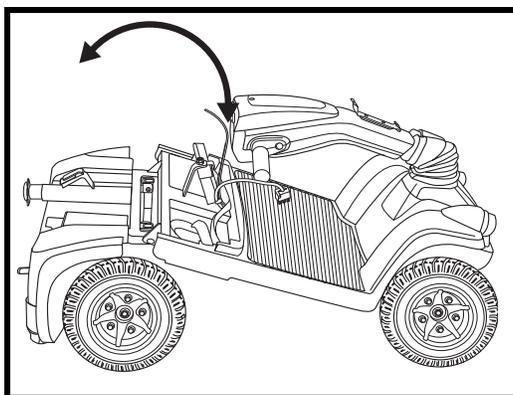

Figura 16. Colocación de la estructura
2. Empuje hacia atrás la torre de asiento de forma que la sección posterior del scooter gire hacia atrás hasta quedar vertical con respecto al parachoques trasero. **Ver figura 16.**
3. Sujetando la torre del asiento, haga pivotar la sección posterior hacia delante hasta que los soportes de bloqueo curvos queden totalmente enganchados a las clavijas superiores traseras. **Ver figura 16.**